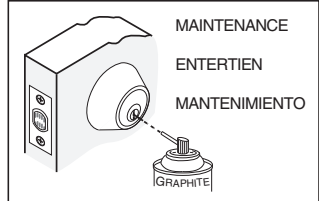

fig. 1
| <p>① Measure for a 2-3/8" (60mm) or a 2-3/4" (70mm) backset (A).</p>                                                                                                                   |  | <p>① Mesure pour un écartement (A) de 2-3/8" (60 mm) ou de 2-3/4" (70 mm). Voir (fig. 1) ci-dessus.</p>                                                                                                                                                              | <p>① Mida para una distancia al centro (A) de 2-3/8" (60 mm) o 2-3/4" (70 mm). Ver (fig. 1) arriba.</p>                                                                                                                                                        |